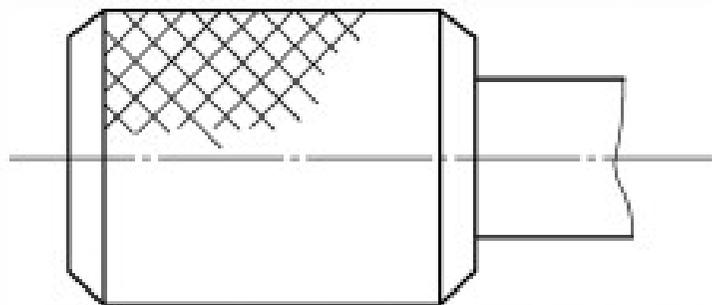

图 4-49 网状结构的简化画法
- ❖ (6) 滚花、槽沟等网状结构一般用细实线将局部表达出来，如图 4-49 所示。